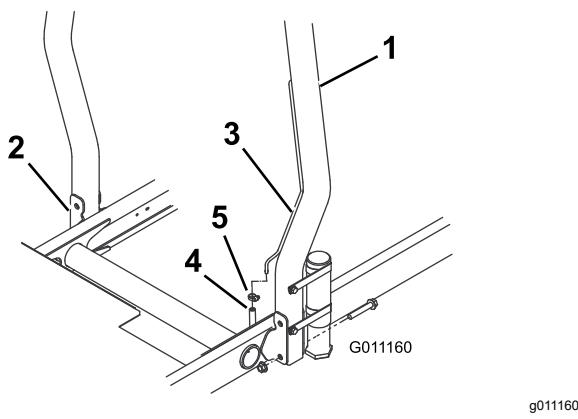

Рисунок 6
1. Опустите защитную дугу на монтажные кронштейны тягового блока, совместив монтажные отверстия. Убедитесь, что вентиляционная трубка на защитной дуге находится с левой стороны машины (Рисунок 6).
2. Прикрепите каждую сторону защитной дуги к монтажным кронштейнам с помощью 2 болтов с фланцем и 2 контргаек (Рисунок 6). Затяните крепежные элементы с моментом 81 Н·м.